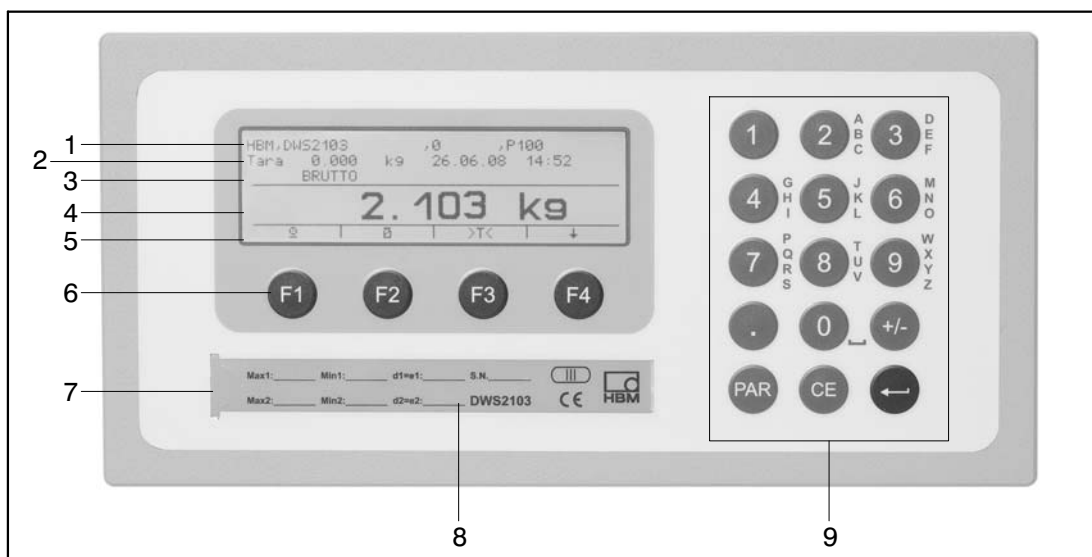

Abb. 6.1: Frontplatte DWS2103
- Verdeckter Taster für den Zugang zum Kalibrieremenü (siehe Abb.6.1).